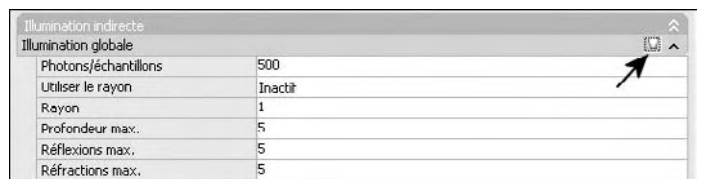

Fig.14.40
- 4 Dans la section **Illumination indirecte** (Indirect Illumination), cliquez sur l'ampoule de lumière située à droite de **Illumination globale** (Global Illumination), afin d'activer la prise en compte de l'éclairage indirect. Les paramètres par défaut peuvent être conservés (fig.14.40).